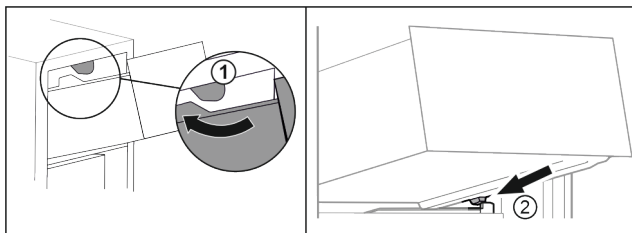

Fig. 111
- Schubfach um die oberen Stopper herumführen. Fig. 111 (1)
- Schubfach schräg hinter den unteren Stoppern auf Behälterrippe aufsetzen. Fig. 111 (2)